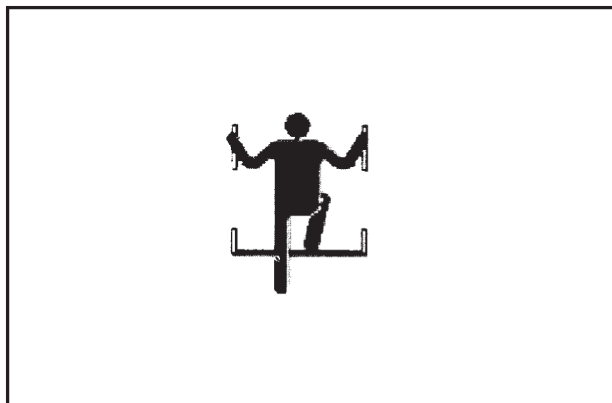

Рис. 4
3. Поднимайтесь на машину и спускайтесь с нее с соблюдением соответствующих правил. Занимайте правильное положение при подъеме/спуске с лестницы (см. рис. 4).